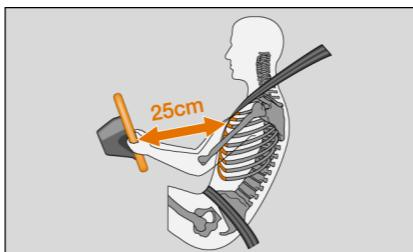

图 192 驾驶员离方向盘的最小距离
⇒ 图 192。
- 调节好驾驶员座椅，使胸部与方向盘中心之间的距离至少为 25 cm ⇒ 第 152 页，图 192。